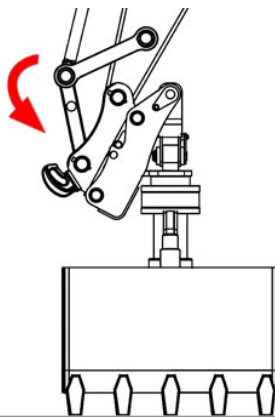

Abbildung 91: Anlageflächen liegen an
- Die Verriegelungsbolzen befinden sich unter der zu verriegelnden Achse des Geräteadapters, siehe *Abbildung 91*.